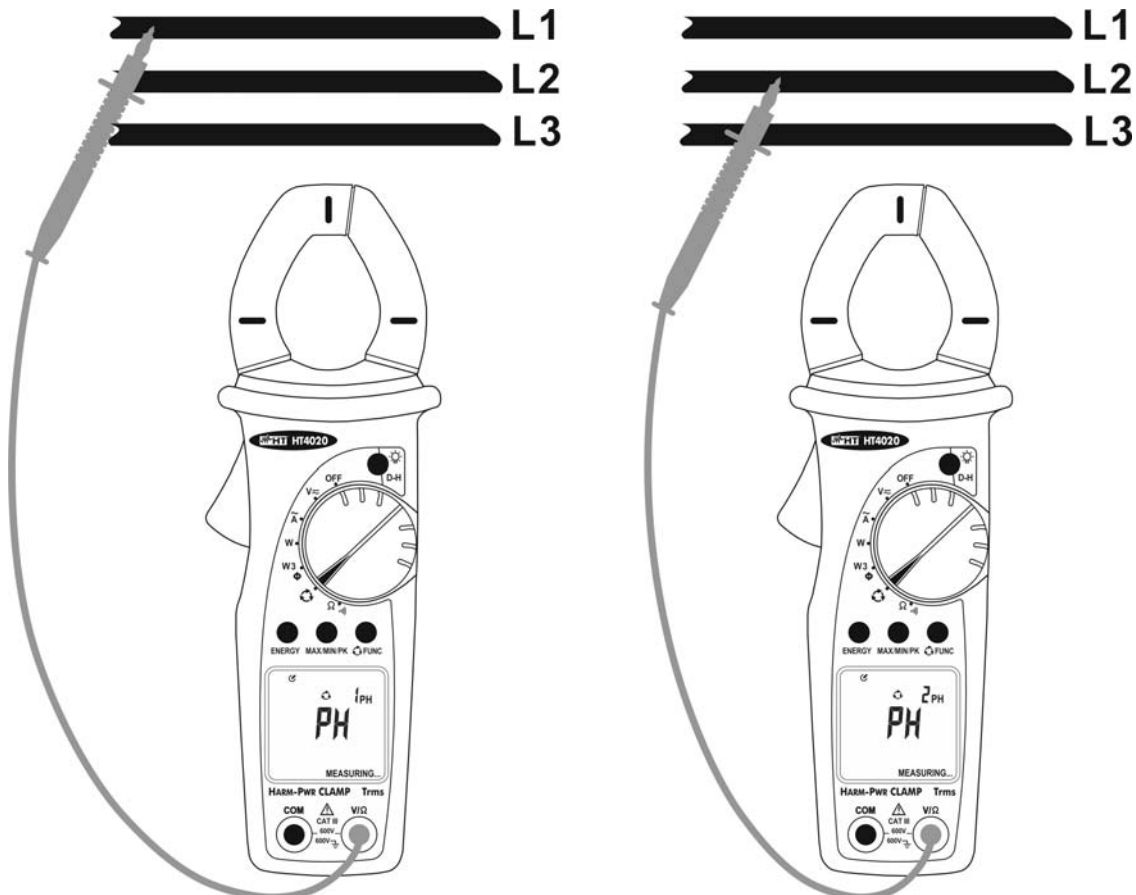

Fig. 13: Uso dello strumento per misura di senso ciclico delle fasi a 1 terminale
3. Collegare il puntale rosso alla fase L1 (vedere Fig. 13 – parte sinistra). In alternativa usare la protezione in gomma per alloggiare il puntale rosso
5. Trascorso circa un secondo lo strumento visualizza il simbolo "MEASURING" ad indicare che è pronto per effettuare la prima misura (vedere Fig. 13 – parte sinistra)
8. Posizionare il puntale sulla fase L2 (vedere Fig. 13 – parte destra)